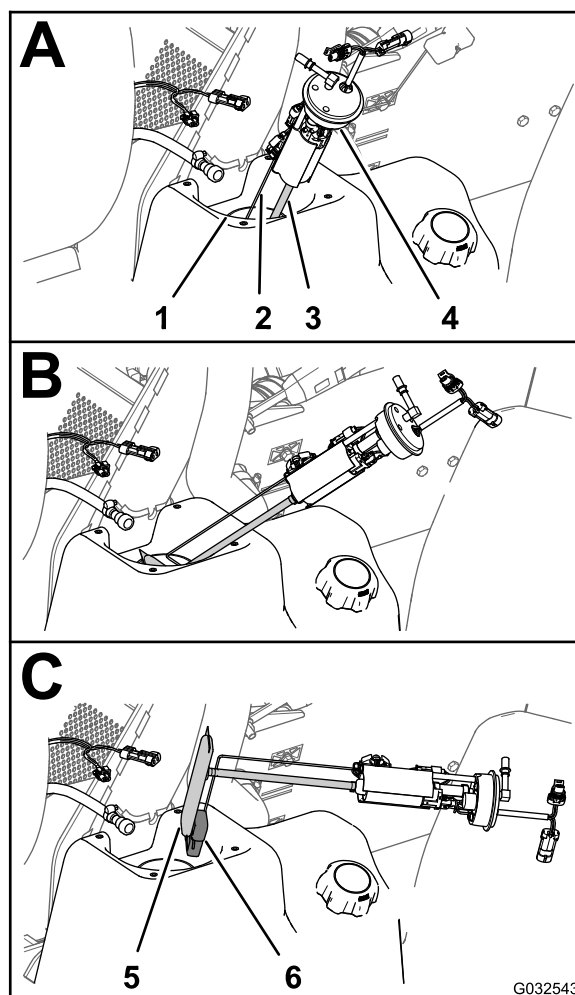
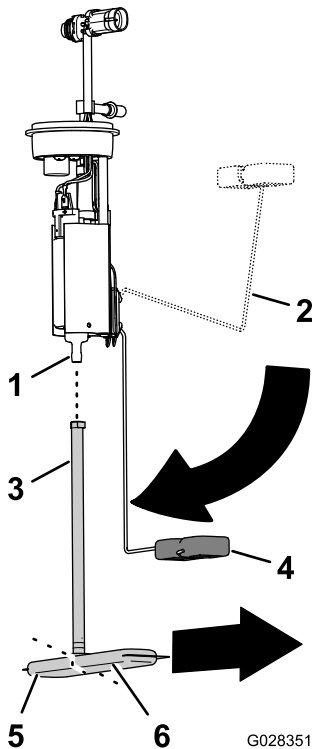

Figure 79
Figure 80
- Soulevez et tournez avec précaution la pompe à carburant/transmetteur pour l'extraire du goulot du réservoir de carburant (Figure 79).
1. Détachez du raccord de la pompe à carburant le tube d'aspiration du filtre à carburant (Figure 80).
2. Alignez le tube d'aspiration du nouveau filtre à carburant et le raccord de la pompe à carburant (Figure 80).
3. Alignez la longue patte du filtre à carburant sur le flotteur quand le bras du flotteur à la position vide (Figure 80).
4. Insérez le raccord de la pompe à carburant dans le tube d'aspiration jusqu'à ce que le raccord soit parfaitement engagé (Figure 80).
1. Soutenez le bras de flotteur et le tube d'aspiration ensemble, et glissez le flotteur et le filtre à carburant dans l'ouverture du réservoir de carburant (Figure 79).
2. Insérez la pompe à carburant/transmetteur dans le goulot du réservoir (Figure 79 et Figure 80).
3. Placez l'écrou et le joint par dessus la pompe à carburant/transmetteur et sur le goulot du réservoir de carburant, et serrez l'écrou à la main (Figure 79).
4. Branchez le raccord du flexible de carburant au raccord de la pompe à carburant (Figure 79).
5. Rebranchez le connecteur à 2 douilles du faisceau de la machine au connecteur à 2 broches de la pompe à carburant/transmetteur; rebranchez le connecteur à 2 broches du faisceau de la machine au connecteur à 2 broches de la pompe à carburant/transmetteur (Figure 79).